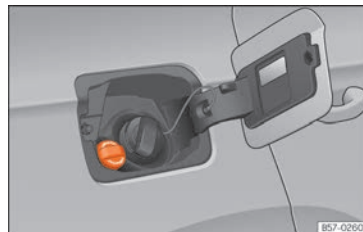

Fig. 302 Tappo di rabbocco del serbatoio di AdBlue.
- Aprire lo sportellino del serbatoio »» fig. 302.
- Svitare il flacone in senso antiorario ed estrarlo verso l'alto con cautela »» ❶.
- Ruotare verso sinistra il tappo del bocchettone di riempimento dell'SCR »» fig. 302.